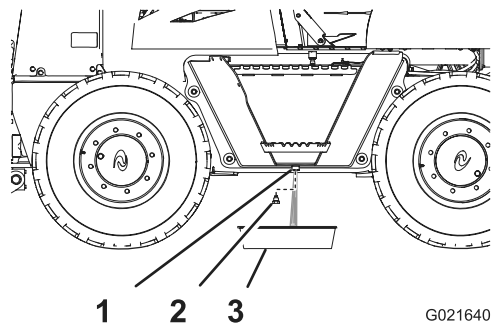

Рисунок 51
- Отверните сливную пробку топливного бака и слейте воду (Рисунок 51).
- Когда начнет выходить чистое топливо, установите сливную пробку и надежно затяните ее (Рисунок 51).